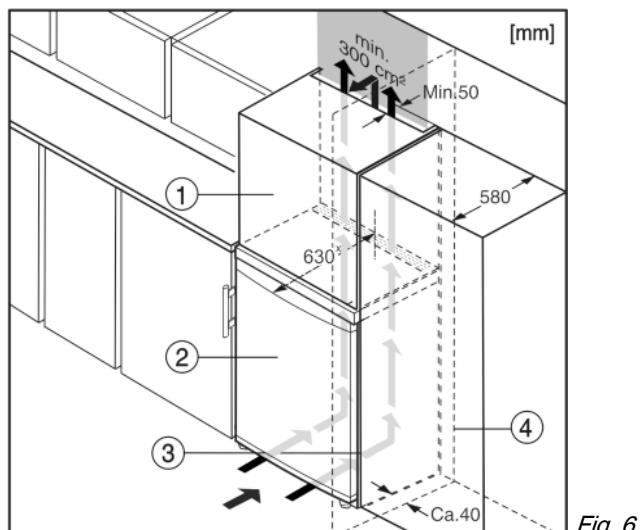

Fig. 6
Устройство может быть окружено кухонными шкафами. Чтобы уравнять устройство *Fig. 6 (2)* по высоте с кухонной стенкой, можно установить над устройством дополнительный шкафчик *Fig. 6 (1)*.\*
При комбинировании с кухонными шкафами (глубина макс. 580 мм) устройство можно установить непосредственно рядом с кухонным шкафом *Fig. 6 (3)*. Устройство выступает сбоку на 34 ммx и по центру на 50 ммx относительно передней стенки кухонного шкафа.\*
Если устройство установлено на шарнирах у стены *Fig. 6 (4)*, то расстояние между устройством и стеной должно быть не менее 40 мм. Настолько выступает ручка при открытой дверце.